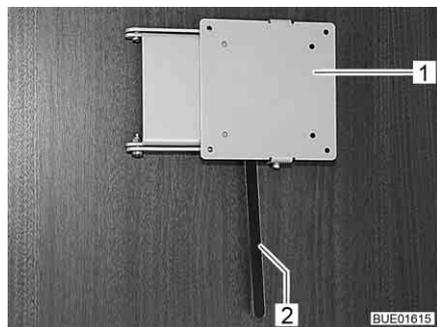

Fig. 63 Supporto con leva di sbloccaggio
- Spingere di lato la leva di sbloccaggio (Fig. 63,2) e ruotare il supporto (Fig. 63,1) con lo schermo piatto nella posizione desiderata.
- Riportare indietro lo schermo piatto finché il supporto (Fig. 63,1) non si innesta nel bloccaggio.